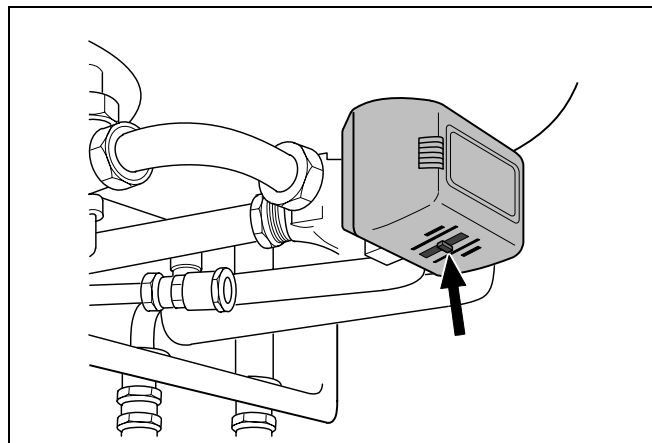

Abb. 10 Mechanischer Schalter am Dreiwegeventil
- Mechanischen Schalter am Dreiwegeventil in Mittelstellung stellen (Abb. 10).